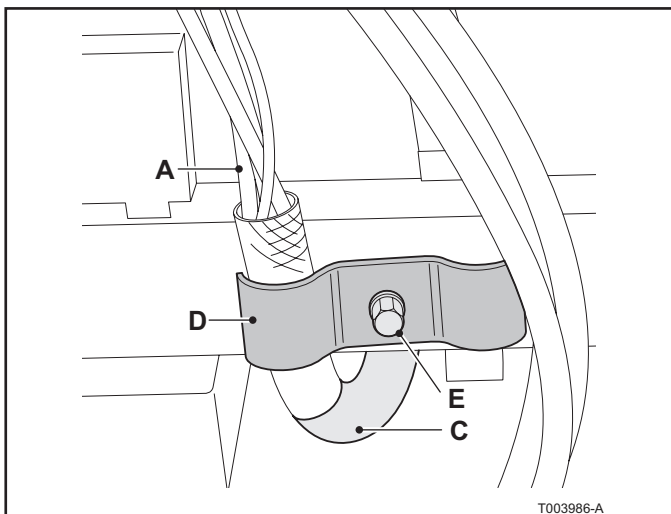

Fig. 27 Conexión del cable de bus CAN en la GEP (vista de la guía DIN desde atrás)
4. Si el cable utilizado es demasiado fino para que se sujete en el soporte de cables (consulte D en la Fig. 27), aumente su grosor enrollando cinta aislante alrededor de la funda del cable situada junto a la parte pelada (hasta un diámetro máximo de 12-13 mm).
5. Afloje ligeramente los tornillos del soporte de cables en el punto en que el cable de bus CAN se deba fijar (consulte E en la Fig. 27).
6. Retire la protección sobre la funda del cable y fjela al soporte de cables (consulte D y E en la Fig. 27) a través del otro orificio del mismo soporte (consulte D en la Fig. 27). El soporte debe mantener el cable en su sitio firmemente cuando se tire de este.
7. Aísle la parte sobrante de la protección para evitar que entre en contacto con la placa de circuitos impresa (consulte C en la Fig. 27).